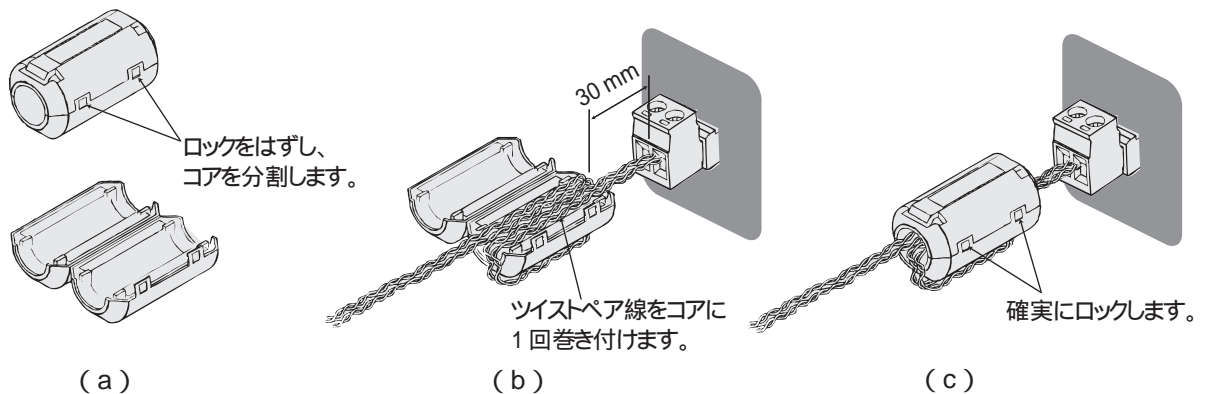

図 1-12 TP-BUS 用コアの取り付け
1. 図 1-12 (a) に示したロックをはずしコアを 2 つに分けます。
コアとコネクタの間は 30 mm 以内になるように巻き付けてください。図 1-12 (b) を参照してください。
3. ツイストペア線を挟まないようにしてコアを閉じます。図 1-12 (c) を参照してください。